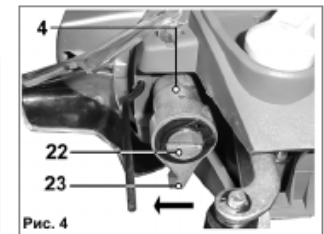

Рис. 4.
7.2. Установка пильного полотна в быстрозажимной держатель (Рис.4). Для модели ЛЗ-600/603М.
7.2.4. Для извлечения пильного полотна (15) из держателя (4) переместите рычаг (23) в направлении указанном стрелкой на рис. 4.